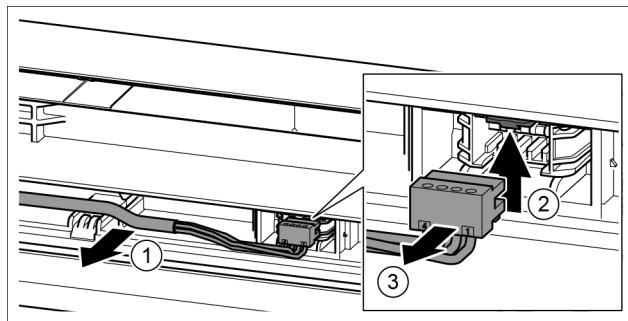

Fig. 19
- ▶ Suelte cuidadosamente el cable gris de la guía en la puerta. Fig. 19 (1)
- ▶ Presione la lengüeta hacia arriba. Fig. 19 (2)
- ▶ Extraiga cuidadosamente el conector. Fig. 19 (3)